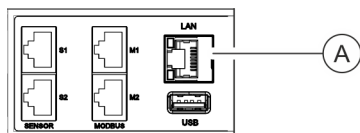

Fig. 24: Raccordement LAN
1. ➤ Brancher la fiche du câble de données dans le raccordement LAN sur la PDU maître (Voir la Fig. 24/Ⓐ).